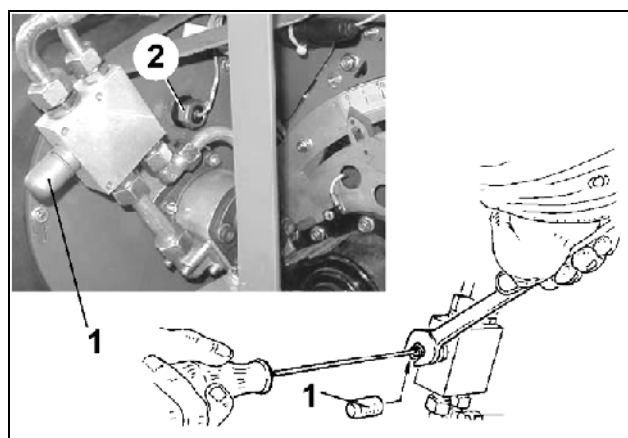

Fig. 106
El régimen requerido de giros lo encuentra Ud. en la Tabla 6. Ajuste el régimen de giros del soplador en la válvula limitadora de presión (Fig. 106/2) o en la válvula reguladora de corriente del remolcador.
- quitar la caperuza de protección (Fig. 106/1)